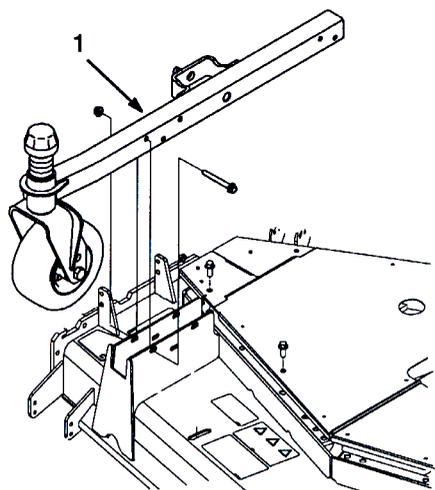

図3
2. Cuttingユニットに右側キャスト・アーム (図3) を固定しているボルトとナットを外す。キャスト・アームを取り外す。